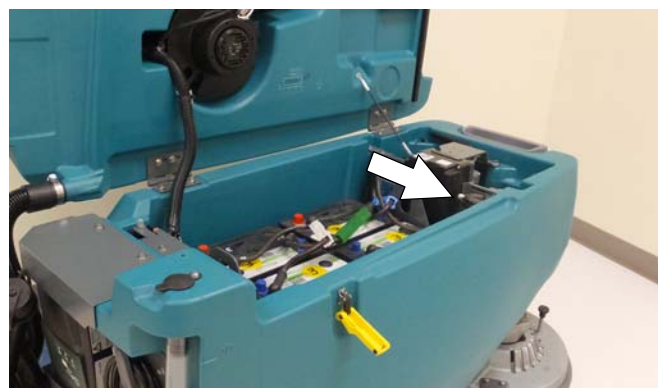

ABB. 90
2. Heben Sie den Rückgewinnungstank an, um auf die ec-H2O-Wasseraufbereitungspatrone zuzugreifen (Abbildung 90). Entleeren Sie den Rückgewinnungstank bevor Sie den Tank anheben.